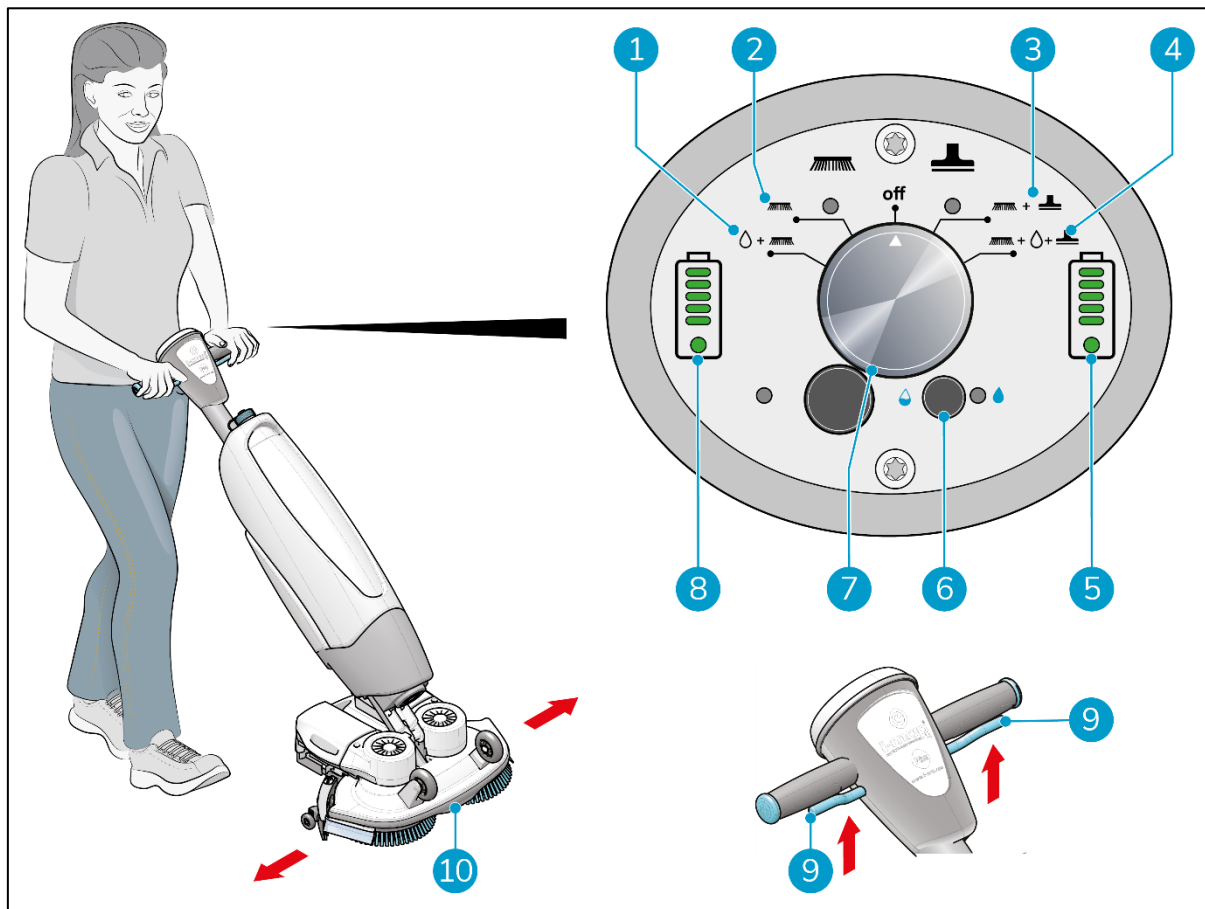

Figura 16
4. Sitúese detrás de la i-mop® XL basic. Seleccione el modo de limpieza con el interruptor principal (figura 16, pos. 7). Esto también enciende la i-mop XL basic.
- MODO 1: Cepillo + agua/solución limpiadora (figura 16, punto 1).
- MODO 2: Sólo cepillo (figura 16, punto 2).
- MODO 3: Cepillo + aspiración (Figura 16, punto 3).
- MODO 4: Cepillo + agua/solución limpiadora + aspirador (figura 16, punto 4).
6. Apriete el gatillo de la empuñadura (figura 16, punto 9).
9. Gire el mango ligeramente hacia la izquierda o hacia la derecha para desplazar la plataforma de fregado (Figura 16, elemento 10).
10. Al soltar el gatillo (figura 16, pos. 9), la i-mop® XL basic se detiene inmediatamente. El motor de aspiración se detiene al cabo de 3 segundos.